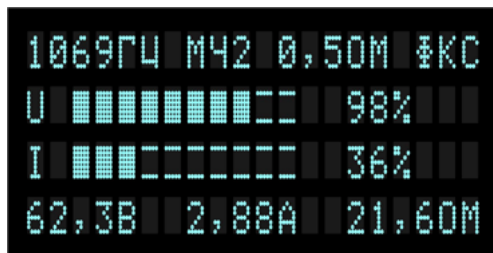

Рисунок 8 – Переход к ручному согласованию
5.3.14.1 Ручное согласование (РС) производится оператором. РС возможно на всех частотах и режимах генерации. Переход к РС происходит, когда после нажатия кнопки «АУТО» в крайней правой позиции верхней строки дисплея отображается «ФКС» (рис. 8).